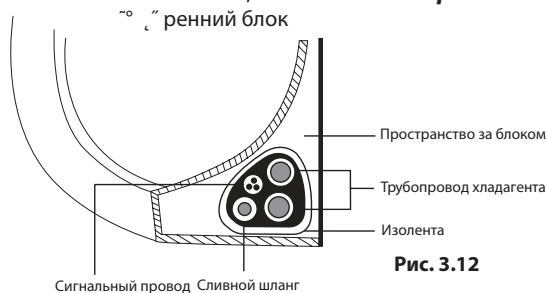

Рис. 3.12
- Свяжите сливной шланг, трубы хладагента и сигнальный кабель, как показано на **рис. 3.12**.
- Оберните сигнальный провод, трубы хладагента и сливной шланг изоляционной лентой, связав их в плотный пучок. Дважды проверьте, что все элементы связаны в пучок, как показано на **рис. 3.12**.